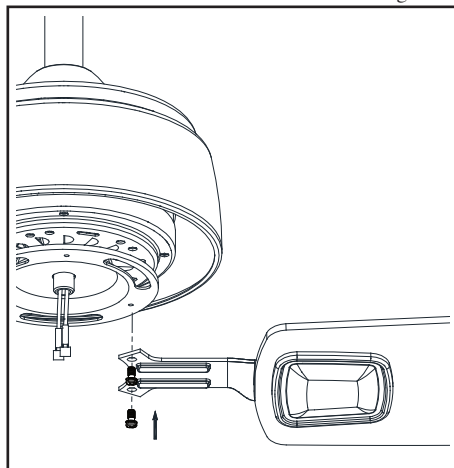

Figura 13
2. Sujeta el ensamblaje del asa al ensamblaje del motor alineando los dos orificios de tornillo en el ensamblaje del asa con los dos orificios de tornillo en el ensamblaje del motor. Fíjalo con los tornillos de soporte de asa incluidos (Figura 13).